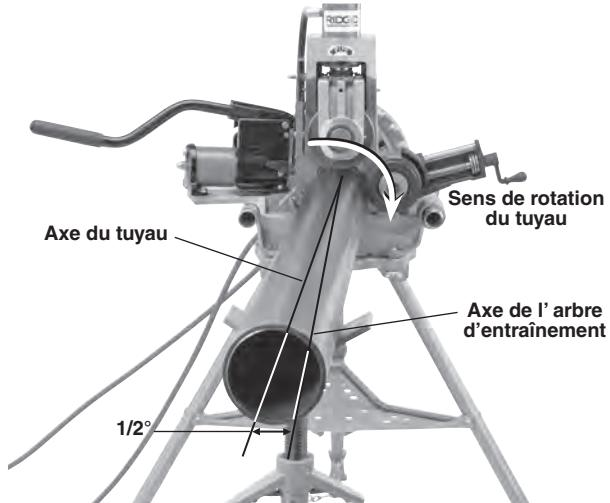

Figure 15 – Déport du tuyau de $\frac{1}{2}^{\circ}$ vers l'utilisateur (exagéré)
- Mettez le commutateur REV/OFF/FOR du système d'entraînement ou filetuse utilisé à la position REV. Appuyez momentanément sur la pédale de commande. Le galet d'entraînement de la rainureuse devrait tourner en sens horaire (*Figure 15*), voire dans le sens indiqué par la flèche rotationnelle apposée sur la rainureuse. Si la rainureuse tourne en sens inverse ou que la pédale de commande ne fonctionne pas correctement, il sera nécessaire de réparer l'appareil avant toute utilisation future.
- 7. Mode opératoire préféré – Commutateur en position REV :** Ramenez légèrement le tuyau et le (ou les) porte-tubes d'environ $\frac{1}{2}$ degré vers l'utilisateur, soit d'un pouce pour 10 pieds de longueur de tuyau. L'alignement du tuyau et de la rainureuse aidera à assurer le tracé approprié de la rainure en cours d'opération (*Figure 15*). Ceci est le déport nécessaire au rainurage des tuyaux en position REV et permet l'utilisation du stabilisateur.
- Augmentez légèrement le déport du tuyau (de $1/2^\circ$ à 1°) selon la *Figure 15*.